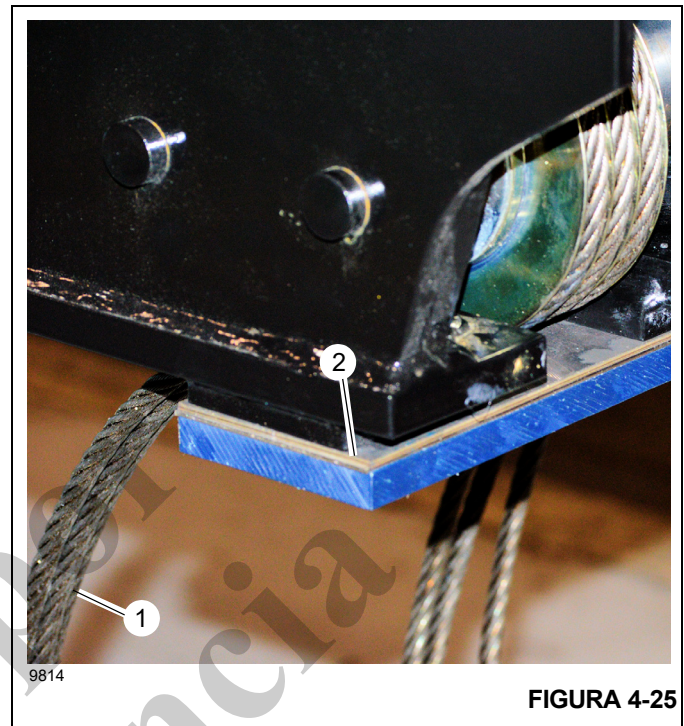

FIGURA 4-25
15. Instale los pernos (11) y el cable de retracción (12) en la base de la sección telescópica 1 de la pluma.
16. Instale dos placas de montaje de almohadillas de desgaste superiores (52) y las almohadillas de desgaste (53) con los pernos (54) y las arandelas (55).
17. Instale la almohadilla de desgaste inferior (16) y los suplementos (15) en la base de la sección telescópica 1 de la pluma con los pernos (14). Asegúrese de que los cables de retracción 3/2/1 (1, Figura 4-25) entre la parte inferior de la sección telescópica 1 de la pluma y las almohadillas de desgaste inferiores calcen (2).